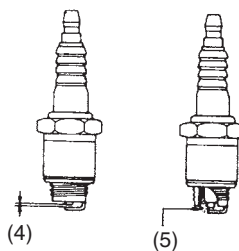

Рис. 10
- 2) Выскоблить нагар из зазора свечи зажигания. (Стандартный зазор составляет 0.60 мм или 0.023 дюйма.) (Рис.10)